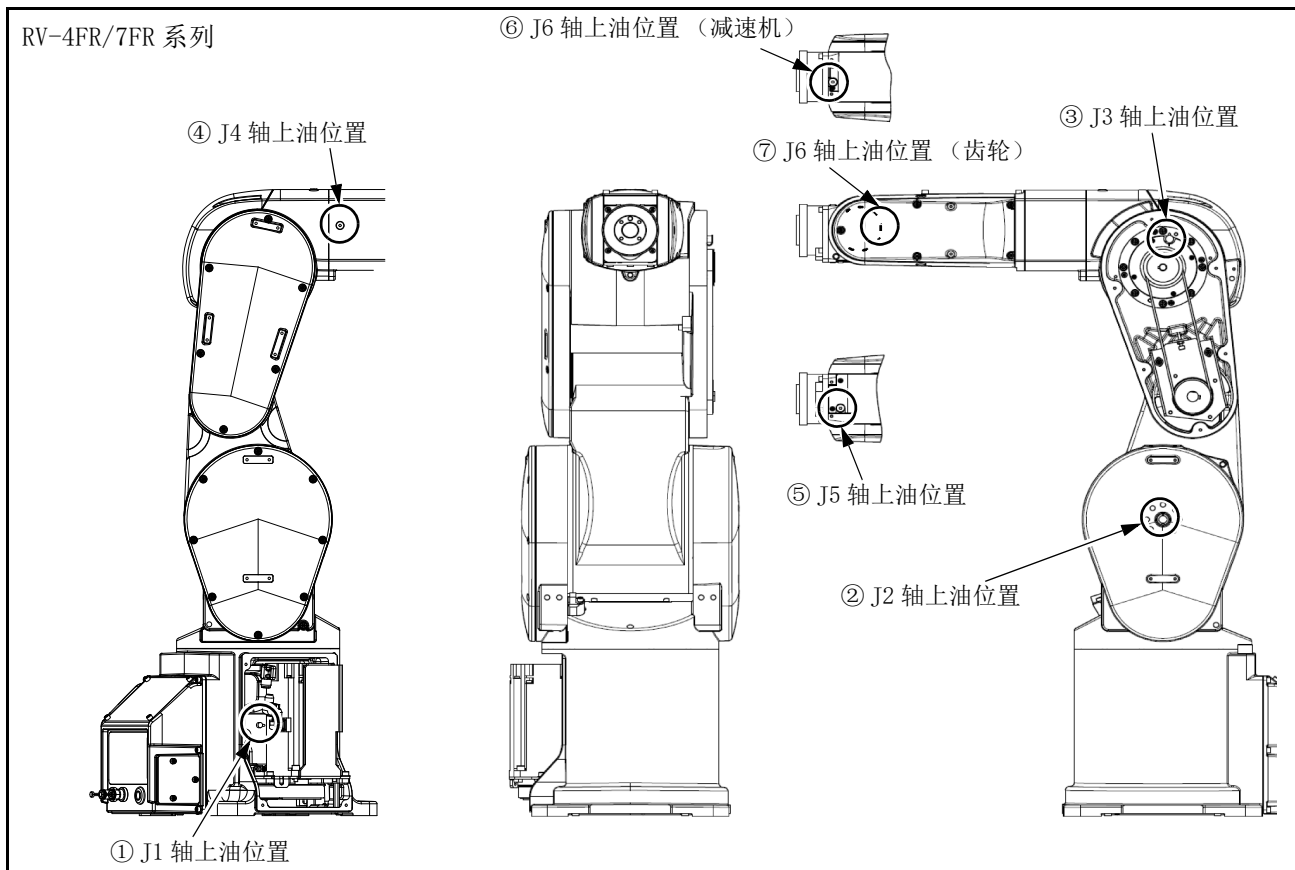
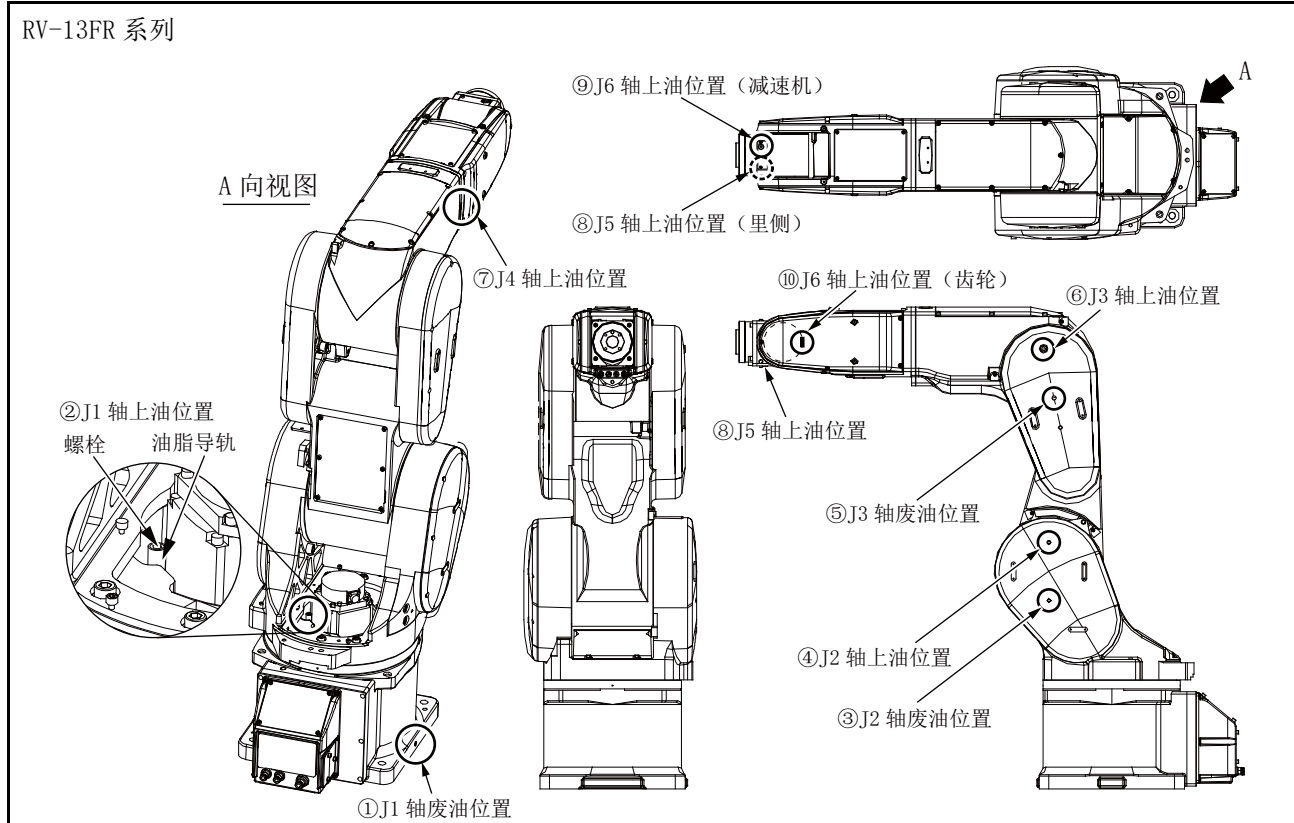

图 5-28: 上油位置 (RV-4FR/7FR 系列)
图 5-29: 上油位置 (RV-13FR 系列)
油脂喷嘴的位置如图 5-28 (RV-4FR/7FR 系列) 及图 5-29 (RV-13FR 系列) 所示。此外, 各轴的上油规格如表 5-11 所示。
- 表 5-11 的编号与图 5-28 (RV-4FR/7FR 系列) 及图 5-29 (RV-13FR 系列) 的编号相对应。
- 1) 根据机器人的不同型号, 将机器人设为如图 5-28 (RV-4FR/7FR 系列) 或图 5-29 (RV-13FR 系列) 所示的姿势。